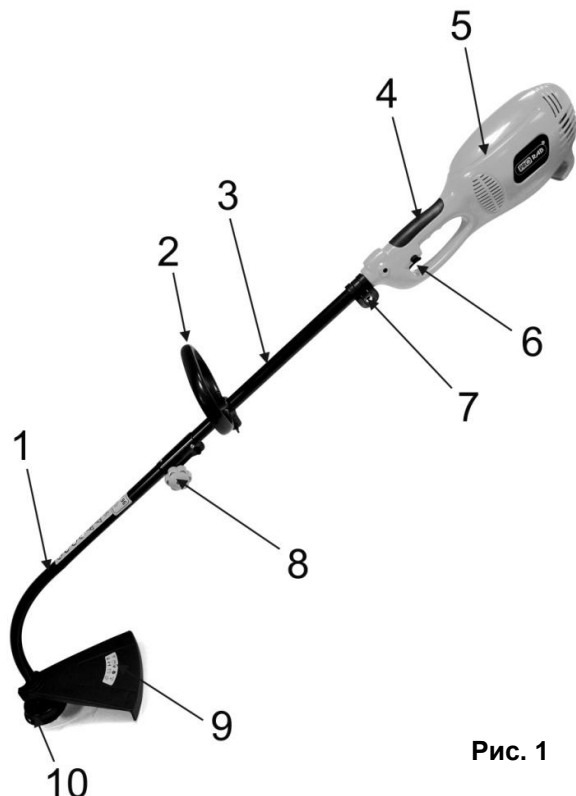

Рис. 1
- Соединение нижней и верхней штанги происходит при помощи соединительной муфты (8)(См. Рис.1).
- Совместите верхнюю (3;1) и нижнюю (1;2)(См. Рис.1; 2) штанги.
- Для удобного управления триммером, обязательно используйте ручку D-образной формы (2)(См. Рис.1).
- Ручка D-образной формы (2)(См. Рис.1) крепится на штангу триммера на удобной для Вас высоте.
- Для безопасной работы необходимо использовать защитный кожух (9)(См. Рис. 1) триммерной катушки! Эксплуатация триммера без защитного кожуха категорически запрещено!
- Нажмите на боковую кнопку блокировки от случайного пуска. Она расположена чуть выше пусковой клавиши (6)(См. Рис.1), имеет круглую форму.
- При нажатой кнопке блокировки нажмите на клавишу выключателя (6)(См. Рис.1), – триммер включится.
- Триммер выключается при отключении выключателя (6)(См. Рис.1).